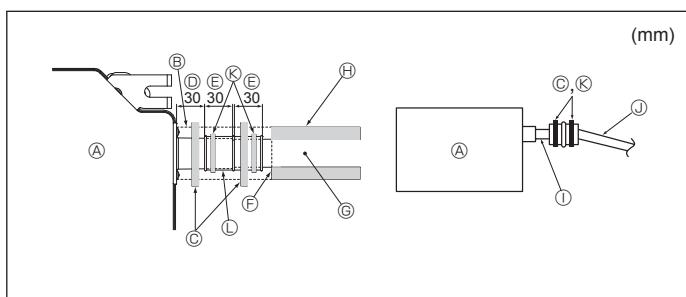

Fig. 3-5
- Tilslut drænmuffen (følger med enheden) til drænporten. (Fig. 3-5)